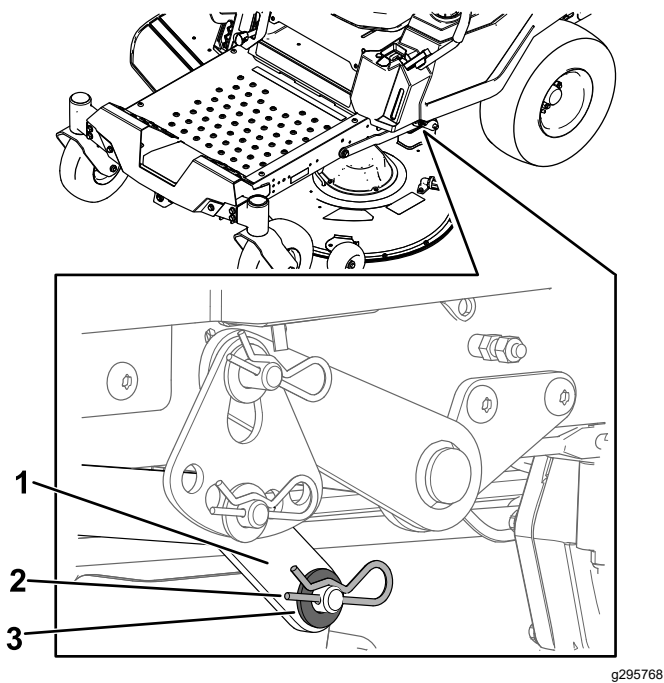

Figura 73
- Pe o parte a mainii, îndepărtai aiba i tiftul în formă de agrafă de la tiftul punii (Figura 73).
- Îndepărtai braul de ridicare de la tiftul punii (Figura 73).
- Pe o latură a mainii, ridicați partea din spate a punii mainii de tuns iarba și montați braul de ridicare la tiftul punii (Figura 73).
- Montați braul de ridicare utilizând aiba și tiftul în formă de agrafă (Figura 73).